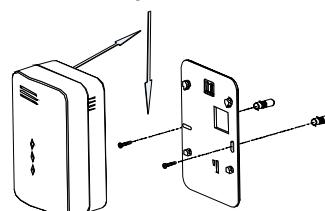

Fig. 3
- Mit einem 5 mm (3/16-Zoll) Bohrer, zwei Löcher an den Markierungen bohren und Dübel einsetzen (Fig 3).
- Richten Sie den Melder auf dem Wandhalter aus und drücken ihn fest bis ein deutliches Rastgeräusch zu hören ist (siehe Pfeilrichtung, Fig 3).